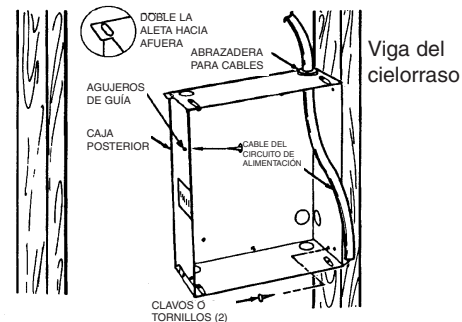

Figura 1
1. Determine cuál de los lados de la caja posterior va a montarse contra una viga, y doble las aletas de los ángulos posteriores 90 grados hacia afuera, de manera que la caja quede escuadrada con la viga después de la instalación (vea la Figura 1).
3. Posicione la caja posterior contra un lado de la viga, y asegúrela mediante clavos o tornillos, como se muestra en la Figura 1.
NOTA: en los lados de la caja posterior se han provisto agujeros de guía para tornillos para chapa N° 8. Después de haber terminado la pared o el cielorraso, inserte un tornillo para chapa M4 (N° 8) (longitud recomendada: 25 mm / 1") a través del lado de la caja que no está montado en la viga. Esto impedirá que la caja salga hacia afuera cuando se instale el conjunto del calefactor. (Vea la Figura 1).